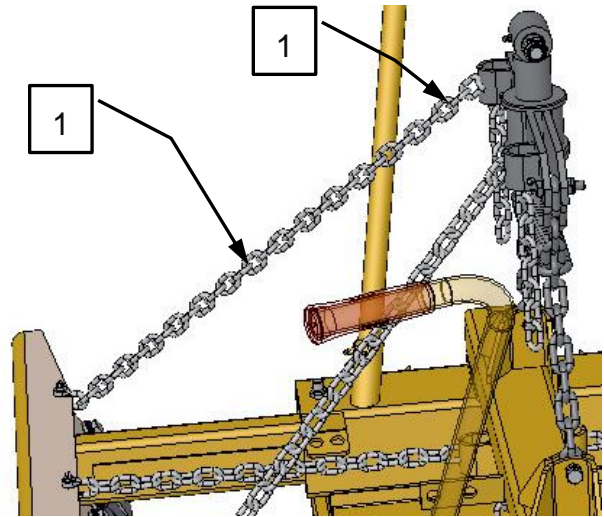

Abb. 14
Die beiden Anstellwinkel-Ketten (1) an den oberen Enden von der Ketten-Aufhängung in die gewünschte Neigungsposition der HVZ einhängen (Abb. 14).